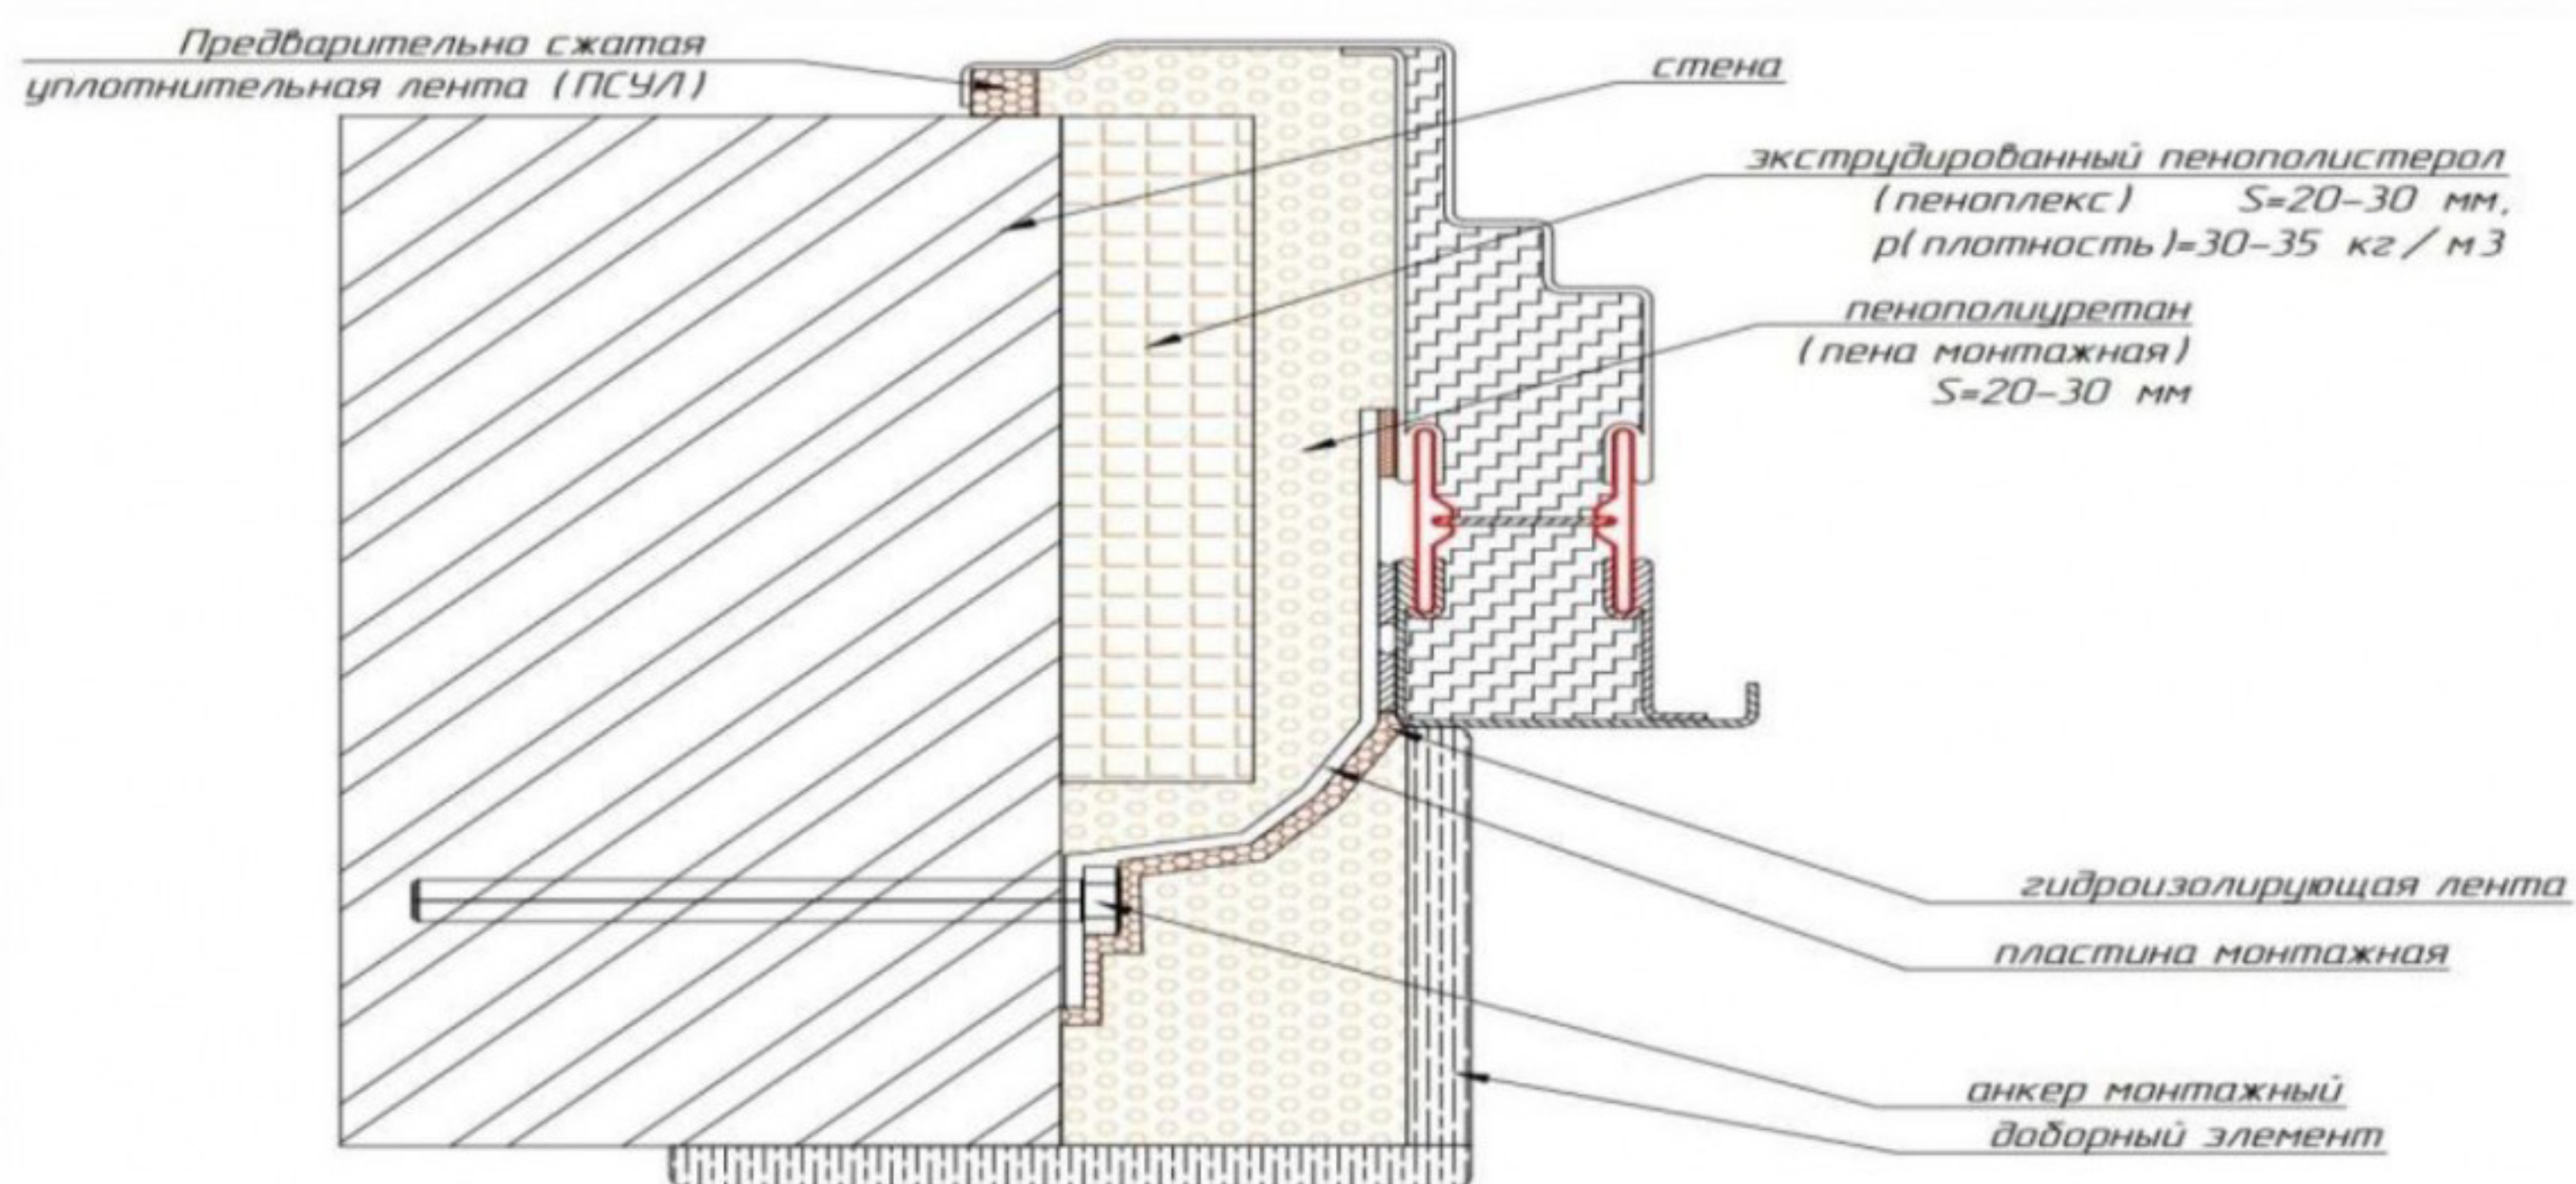

Рис. 1 - Схема монтажа дверного блока с системой AntiFreeze по всему периметру.
5.6. Компания «АРМА» настоятельно рекомендует устанавливать блок дверной в качестве входного с улицы двери типа «П10» /» П13» AntiFreeze. (См. рис. 1.)
На возникновение промерзания и выпадения конденсата влияют следующие факторы: неправильность монтажа конструкции, не соответствует указанной схеме - см. рис.1,